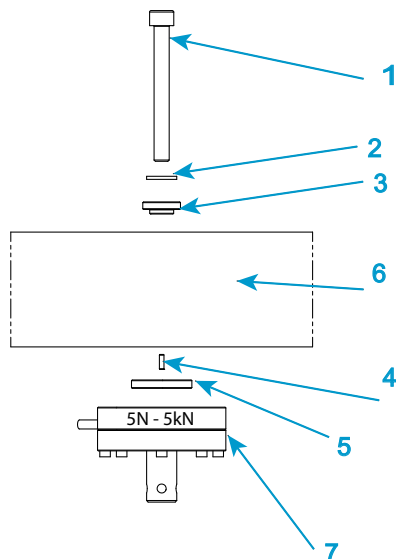

Figura 17. Installazione di una cella di carico serie 2530 - capacità da 5 N a 5 kN
Legenda per Figura 17
1. Fare riferimento a Figura 17 a pagina 77 e alla relativa leggenda associata.